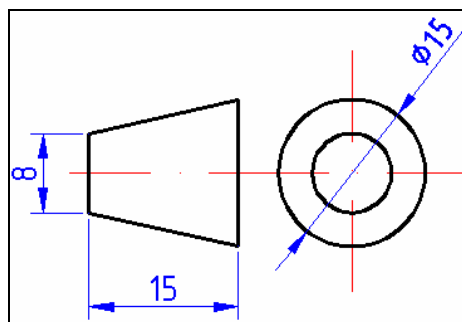

Figura 11.6: Símbolo do método de representação ortográfica no 1º diedro.
1. Desenhe o símbolo apresentado na figura 11.6.